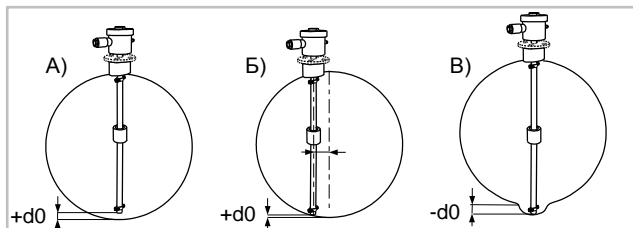

Рис.16
3) Введите поправку на отступ от дна d_0 , равную высоте заглушки 5 (рис. 1). При необходимости, в случаях, отображенных на рис. 16, приплюсуйте к ней дополнительные поправки: